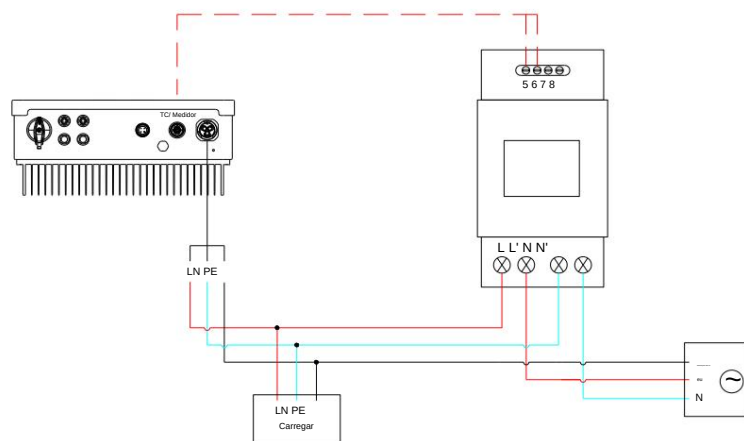
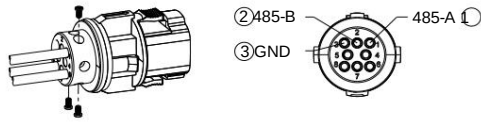

FIG.2 Diagrama de conexão elétrica e de sinal
FIG.5 Posições dos pinos do conector
3.2.2 Fiação do cabo de sinal no medidor (conforme FIG.2 e FIG.5 para conectar o medidor)
Conecte os cabos elétricos conforme a FIG.2 e folha seguinte. Mais informações detalhadas, consulte o manual do usuário do inversor.